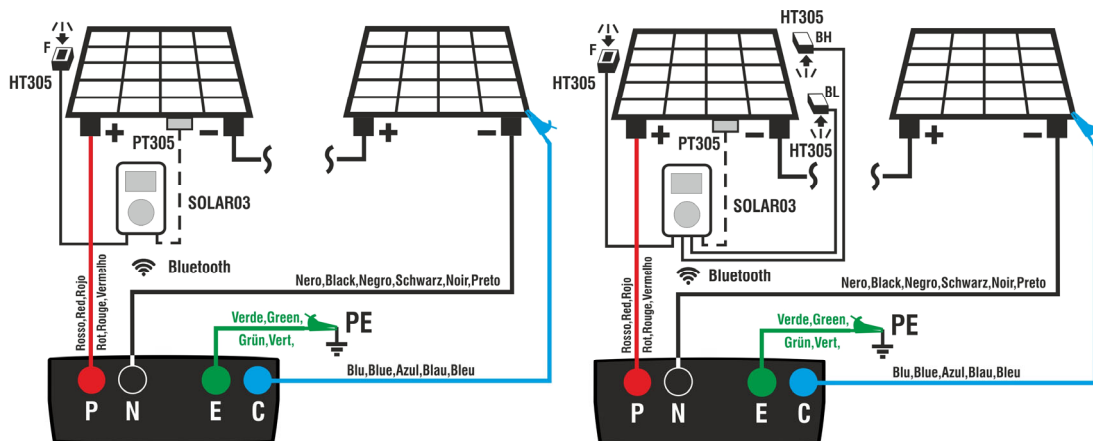

Abb. 11: Verbindung mit Fernstation SOLAR03 an Monofazialen und Bifazialen Modulen.
- Verbinden Sie das Gerät mit dem zu messenden PV-Modul/String und eventuell mit dem Haupt-Erdungsknoten des Systems und mit geerdeten Metall-Massen, wie in der Abb. 11 gezeigt. Insbesondere:
- **Bei bifazialen Modulen** → stellen Sie die **3 Bezugszellen HT305** auf die Frontfläche des Moduls (**F**), auf die obere Rückseite (**BH=BackHigh**) und auf die untere Rückseite (**BL=BackLow**) des Moduls. Verbinden sie die vordere Bezugszelle (F) am Eingang "INP1", die Bezugszelle BH am Eingang "INP2", die Bezugszelle BL am Eingang "INP3" und **eventuell** die Temperaturprobe **PT305** am Eingang "INP4" der Fernstation.
9. Bringen Sie die Fernstation in der Nähe der Module und verbinden Sie die Einstrahlungs- und Temperaturproben, wie in der Abb. 11 gezeigt. **Da die Aufzeichnung auf der Fernstation SOLAR03 bereits gestartet wurde, ist es nicht mehr unbedingt erforderlich, die Bluetooth-Verbindung aufrecht zu erhalten.** Wenn Sie die Verbindung aufrechterhalten, können Sie nur das Testergebnis sofort erhalten, ohne aufs Ende der Messkampagne warten zu müssen.